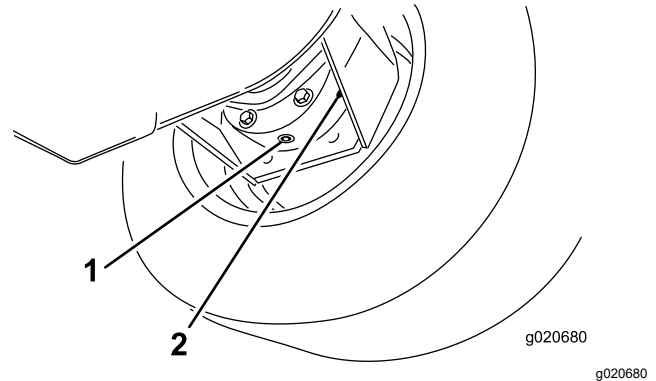

Bild 104
3. Stellen Sie eine Auffangwanne unter das Bremsgehäuse, entfernen Sie die Ablassschraube und lassen das Öl ablaufen (Bild 104).